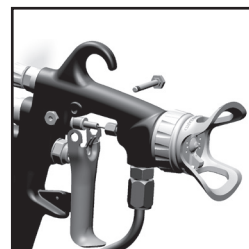

Fig. 13
1. Déposer la gâchette et l'ensemble tuyau de produit. (voir fig. 13 & 14).